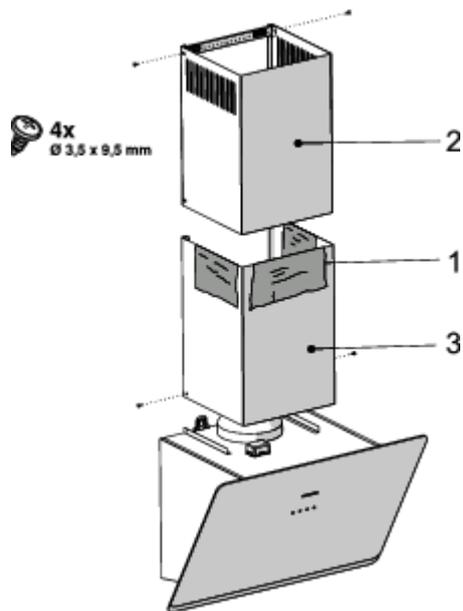

Fig. 14:
- Si hay láminas protectoras en los conductos de humo, quítelas. ( Fig. 14 / 1).
- Tire de la chimenea hacia arriba y atornille a la placa de conexión de la chimenea desde izquierda y derecha. ( Fig. 14 / 2 ).
- Monte la chimenea inferior al cuerpo desde izquierda y derecha. ( Fig. 14).